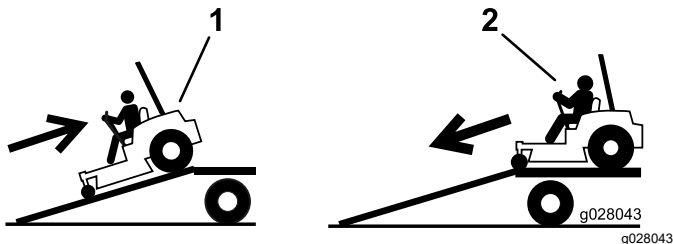

Bild 39
4. Fahren Sie die Maschine rückwärts die Rampe hoch (Bild 39).